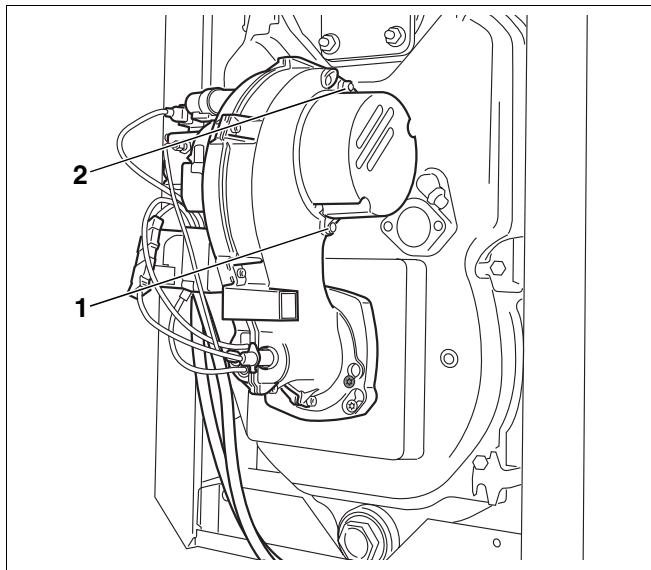

Рис. 23 Осмотр крыльчатки вентилятора
- Открутить два болта с внутренним шестигранником SW 5 (рис. 23, поз. 1 и 2).